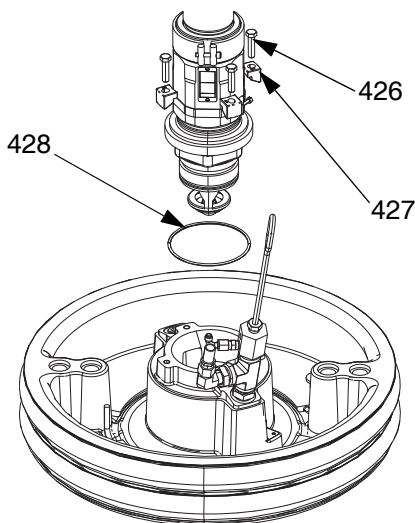

FIG. 35: 200-liters monteringsset
1. Placera o-ringen (428) från monteringsseten på plattan (AD). Placera kolvpumpen (AC) på plattan (AD) om den är fäst på plattan. Se FIG. 35.
2. Fäst pumpens inloppsfläns på plattan med skruvarna (426), brickorna (425) och klämmorna (427) som ingår i monteringspaketet 255392.